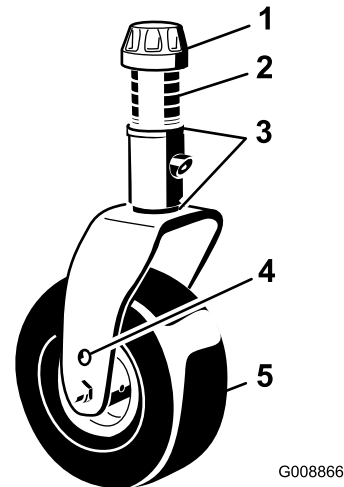

Рисунок 34
3. Отрегулируйте количество 3-миллиметровых регулировочных прокладок на вилке (вилках) передних поворотных колес так, чтобы высота скашивания соответствовала указанному на наклейке значению (Рисунок 34); см. Измерение шага деки газонокосилки \(страница 88\).